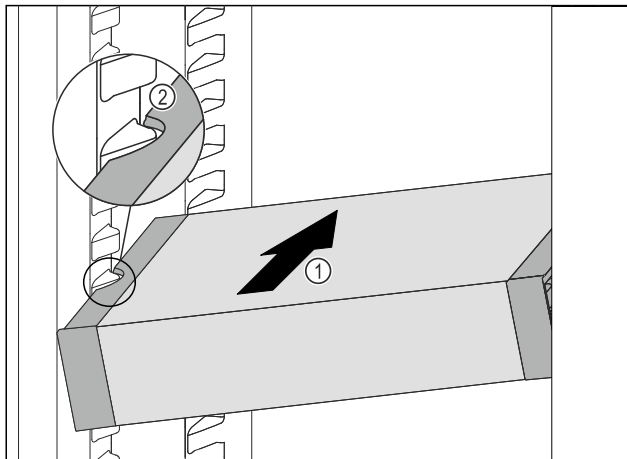

Fig. 76
- ▶ VarioSafe wsunąć ukośnie do chłodziarki Fig. 76 (1), aż boczne wycięcia Fig. 76 (2) VarioSafe będą się znajdować na wysokości żeber pojemnika w chłodziarce.